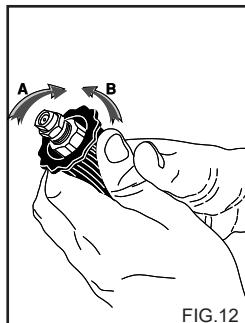

FIG.12
ANVÄNDNING AV DET REGLERBARA HUVUDET (Fig. 12)
2) Sätt på rengöringsmaskinen, öppna rengöringsmedlets kran (i förekommande fall), aktivera rengöringsmedlets sugarörning på sprutrören (fig. 12) och fördela det på ytan som ska tvättas nerifrån och uppåt.